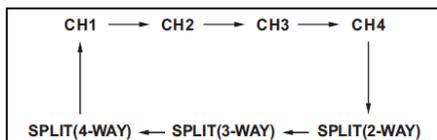

Figura 1: Secuencia Selección de Fuente (Todas las opciones de fuente "On")
- Pulse el botón SELECT para secuenciar los modos de entrada de la Figura 1.